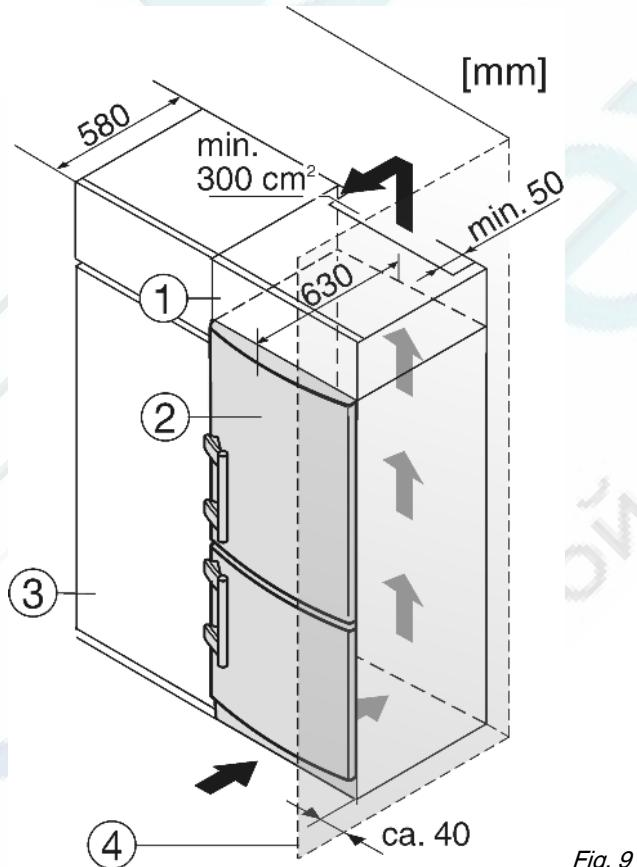

Fig. 9
(1) Дополнительный шкафчик
(2) Устройство
(3) Кухонный шкаф
(4) Стенка
Устройство может быть окружено предметами кухонной обстановки. Чтобы уравнять устройство Fig. 9 (2) по высоте с кухонной стенкой, можно установить над устройством соответствующий дополнительный шкафчик Fig. 9 (1).
При комбинировании с обычными кухонными шкафами (глубина макс. 580 мм) устройство можно установить непосредственно рядом с кухонным шкафом Fig. 9 (3). Дверь устройства выступает по сторонам на 34 мм и по центру устройства на 50 мм относительно передней стенки кухонного шкафа. Поэтому ее можно свободно открывать и закрывать.
Если устройство установлено на шарницах у стены Fig. 9 (4), то расстояние между устройством и стеной должно быть не менее 40 мм. Настолько выступает ручка при открытой дверце.